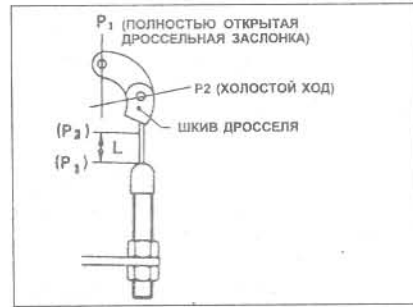

Рис. 7.7 Проверка движения тросика понижения (Глава 5)
- 8 Проверьте, чтобы педаль акселератора была опущена и чтобы шкив дросселя находился в полностью закрытом положении (частота холостого хода) (положение "P2", Рис. 7.7). Белой краской отметьте понижение внутреннего соединения тросика в точке, где он выходит из внешнего кожуха.
- 9 Откройте дроссель полностью и поддержите полностью открытым шкив (поместите "P"), вторую метку сделайте на внутреннем тросике в точке, где он появляется из внешнего кожуха. Измерьте расстояние "L" между двумя метками (см. рис. 7.7).